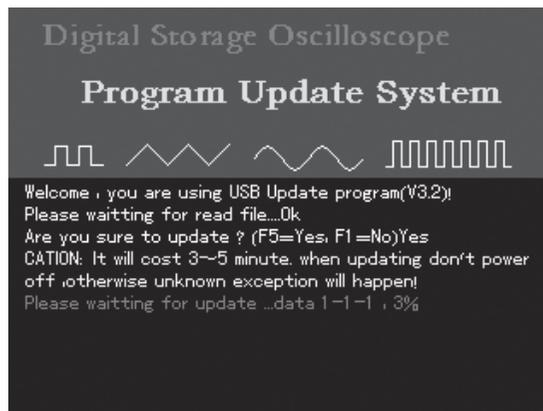
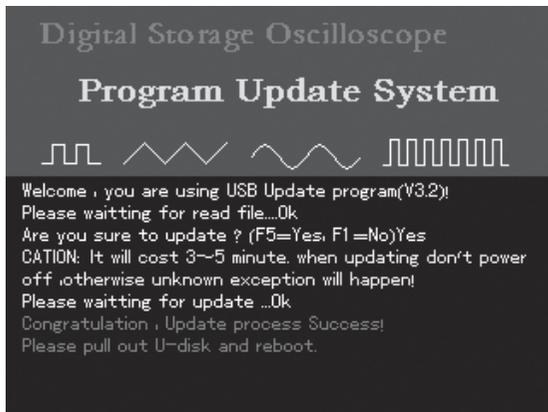

图6-4
图6-5
4、升级系统对选中的升级文件进行判别，符合程序升级条件后，进入图6-4所示界面，提示“请您确认是否需要继续进行程序升级”。
5、在图6-4所示界面上，按[F5]，确定需要对当前程序进行升级，进入如图6-5所示界面。提示用户“程序正在进行更新，整个过程需要持续3~5分钟。在更新系统时，请勿切断电源，否则会出现未知的错误。当前程序更新进度为…%”。
6、当程序更新进度到100%，显示变为OK，表示完成当前程序更新完成，并显示图6-5所示，提示“祝贺您程序升级成功，请拔出U盘，重新启动示波器”。